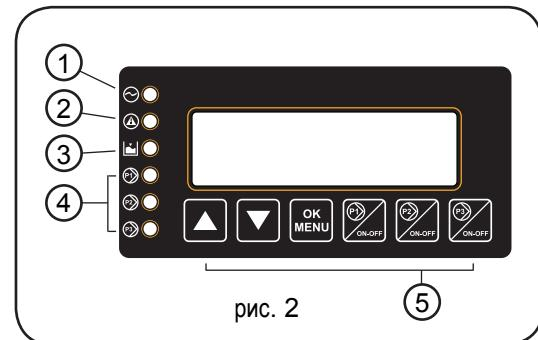

рис. 2
- Микропроцессорный цифровой блок управления Lowara SM30 с ЖКК-дисплеем и кнопками программирования (см. рис. 2); основные функции и функциональные узлы:
- При всех аварийных событиях загорается индикатор общего отказа (поз. 2, рис. 2).
В отсутствие воды загорается индикатор аварии по уровню (поз. 3, рис. 2).